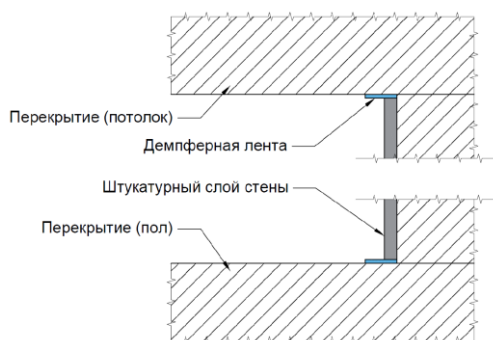

Рис.16. Приклейка демпферной ленты в местах сопряжения штукатурного слоя со стеной и потолком
- Аккуратно вдавить маячковый профиль в нанесённые «лепёшки» раствора (см. Рис. 16). Сначала его надо просто «наживить». А затем взять уровень, приложить к маячку по всей длине — и надавливать на профиль до тех пор, пока сделанные ранее линии на скотче совпадут с лазерным лучом. Не нажимайте шпателем слишком сильно, чтобы не сдвинуть маячок с установленного места и не вдавить его сильнее в раствор, а также чтобы не повредить цинковое покрытие
Угол выставляется с помощью уровня на тот же состав, которым будет штукатурится стена. Предусмотреть изолирование будущего штукатурного слоя стен от пола и потолка с помощью демпферной ленты. Демпферная лента клеится на потолок и пол в местах примыкания их к стене (см. Рис. 16). Перед приклейкой ленты основание тщательно очистить от пыли, остатков бетона, грязи и прочего мусора. После схватывания штукатурного слоя стены демпферную ленту срезать с помощью строительного ножа заподлицо со штукатуркой.